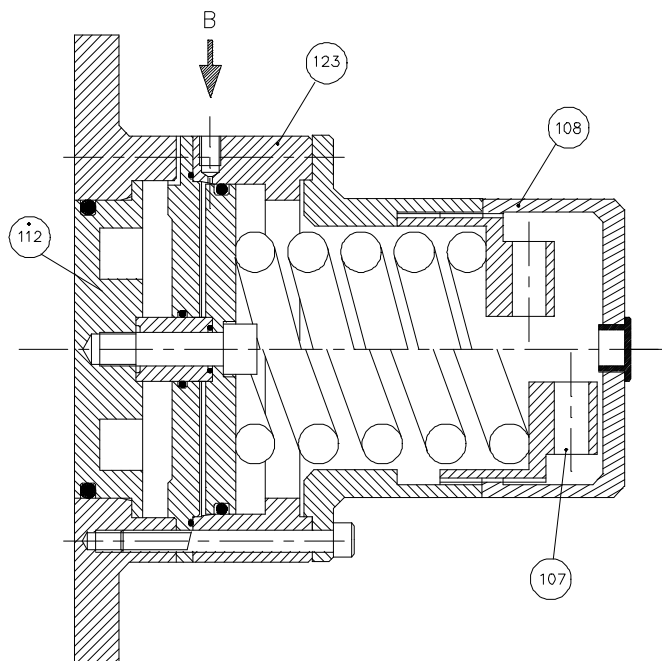

Fig 13 Fjäderbelastad, påbyggd överströmningsventil med pneumatisk öppning CP10, CP20 och CP30.
Fjäderbelastad, med pneumatisk öppning- se fig. 13.
- Skruva av muttern (107) för att avlasta fjädertrycket. På påbyggda överströmningsventiler med pneumatisköppning (fig. 13) måste luftcylindern avluftas innan muttern (107) skruvas av.
- Skruva in muttern (107) till det önskade avlastningstrycket har ställts in.
Påbyggda överströmningsventiler med pneumatisk öppning - se fig. 13